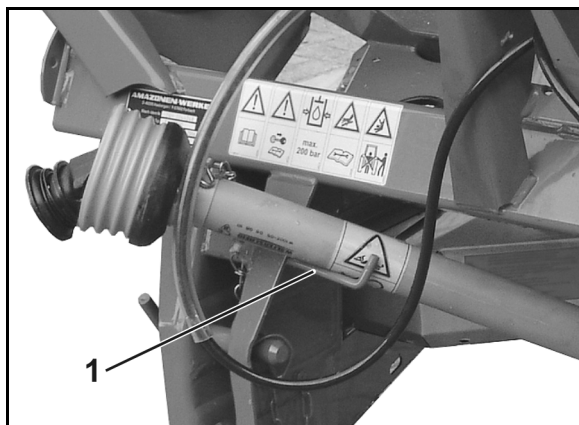

Fig. 37
5. Depositar el árbol de transmisión en el soporte previsto (Fig. 37/1).